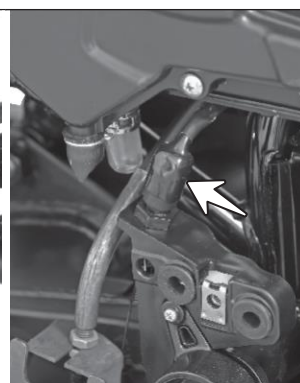

Fig. 5.35B
- El interruptor de la luz de freno trasera está instalada en el bastidor, debajo del filtro de aire, cerca del brazo oscilante y se acciona con el pedal del freno. (Fig. 5.35B)